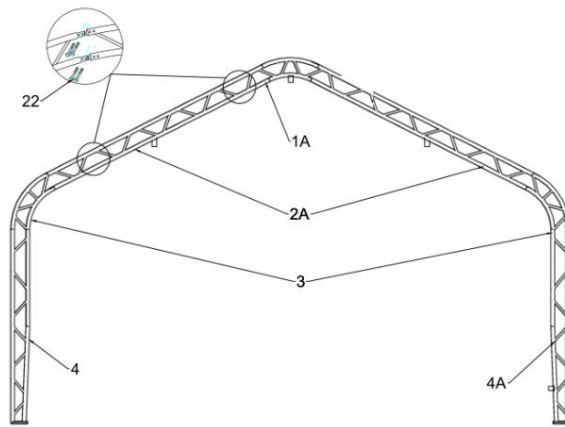
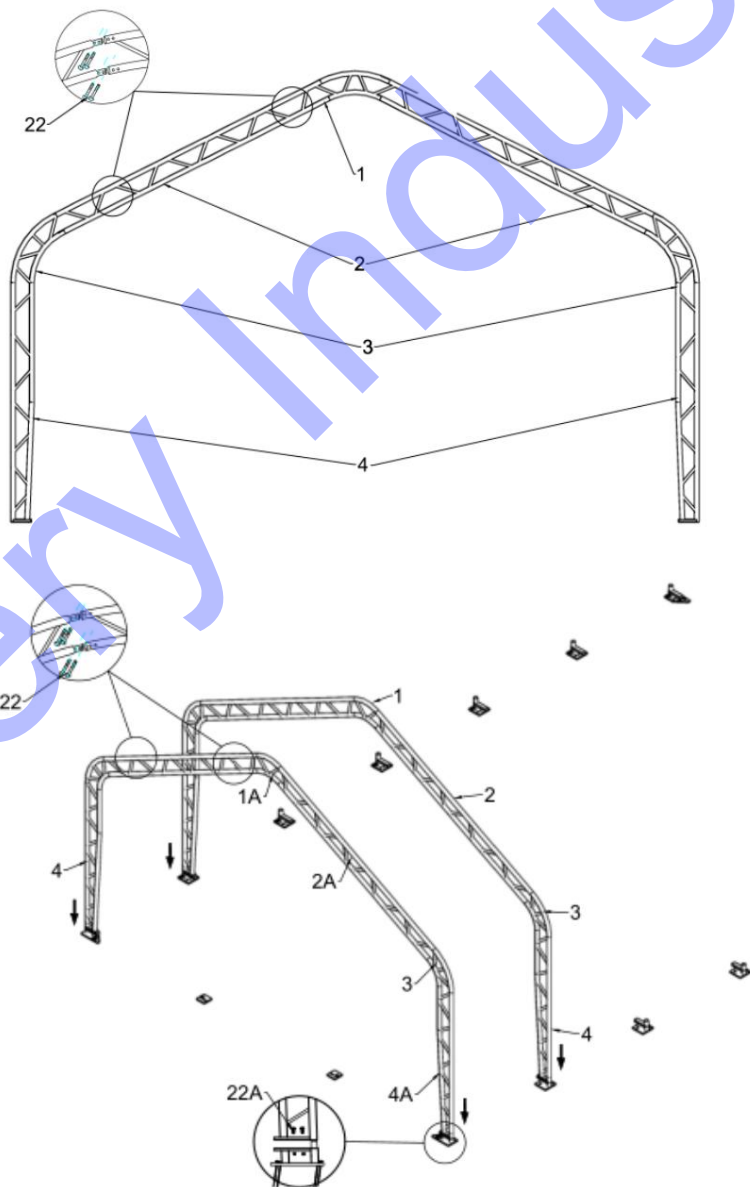

Figure 3
Figure 4
1. La figure 3 montre comment connecter le tube plié de toit pour la porte avant et arrière (n° 1A), le tube plié de paroi latérale pour la porte avant et arrière (n° 2A), le tube plié d'épaule (n° 3), le pied debout (n° 4) et le pied debout pour la porte avant (n° 4A) avec un boulon de carrosserie 8x70 (n° 22), puis placez l'arche dans le tube de la bride de base à l'aide d'un palan (voir la figure 4).
2. La figure 4 montre comment connecter le tube plié du toit (n° 1), le tube plié du mur latéral (n° 2), le tube plié de l'épaule (n° 3) et le pied debout (n° 4) avec le boulon de carrosserie 8x70 (n° 22), puis placer l'arche dans le tube de la bride de base à l'aide d'un palan, et